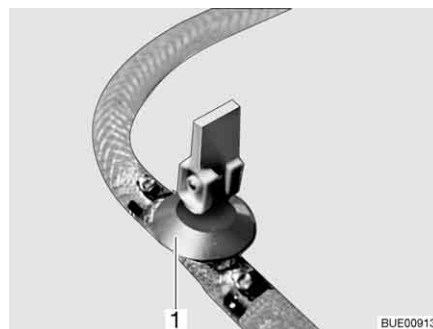
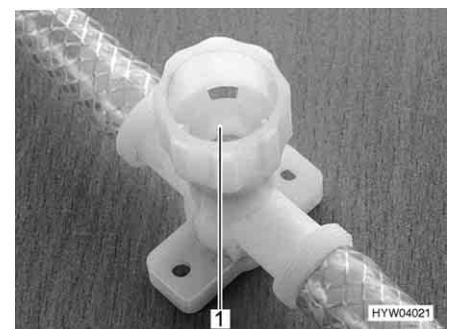

Fig. 211 Llave de desagüe (con balancín)
Fig. 212 Llave de desagüe (con tapa giratoria)
- Abrir todas las llaves de desagüe. Para esto, poner el balancín de la llave de desagüe (Fig. 211,1) en posición vertical o girar la tapa de la llave de desagüe (Fig. 212,1) en sentido contrario a las agujas del reloj.